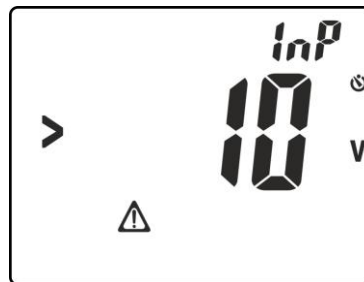

Fig. 17: Presencia tensión en los terminales de entrada
7. Pulse la tecla **GO/HOLD** para activar la prueba. La pantalla de Fig. 17 puede ser mostrada en el visualizador señalando la presencia de una tensión  $>10V$  presente en los terminales de entrada que bloquea el desarrollo de la prueba
7. Pulse la tecla **GO/HOLD** para **activar la prueba**. La pantalla de Fig. 17 puede ser mostrada en el visualizador señalando la presencia de una tensión **>10V** presente en los terminales de entrada que bloquea el desarrollo de la prueba